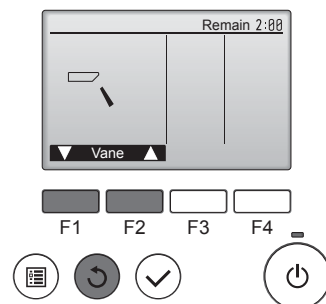

Fig. 6-6
- ① С помощью кнопок [F1] [F2] проверьте работу заслонки в автоматическом режиме. (Fig. 6-6)
- ② Нажмите кнопку [↺] для возврата в режим "Test run" (Тестовый прогон).
- ③ Нажмите кнопку [⏻].